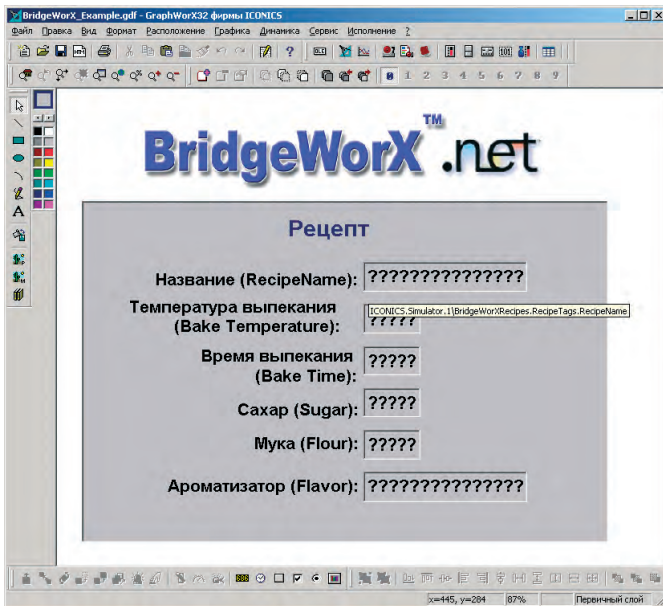

Рис. 59. Экранная форма для проверки транзакции: теги из группы ICONICS.Simulator.1\BridgeWorXRecipes.RecipeTags
1. Создайте экранную форму GraphWorX32, содержащую элементы отображения OPC-тегов, в которые загружаются параметры рецепта (группа тегов **ICONICS.Simulator.1\BridgeWorXRecipes.RecipeTags**), как показано на рис. 59.